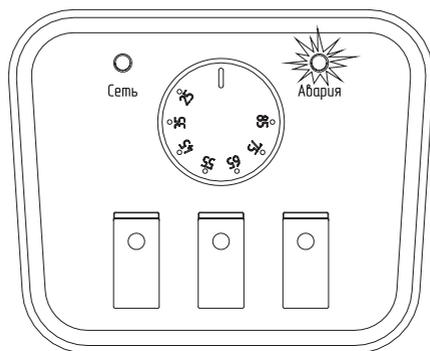

Рис. 11 Индикация ошибок на панели управления
- Загорается лампа «Авария» (Рис. 11);